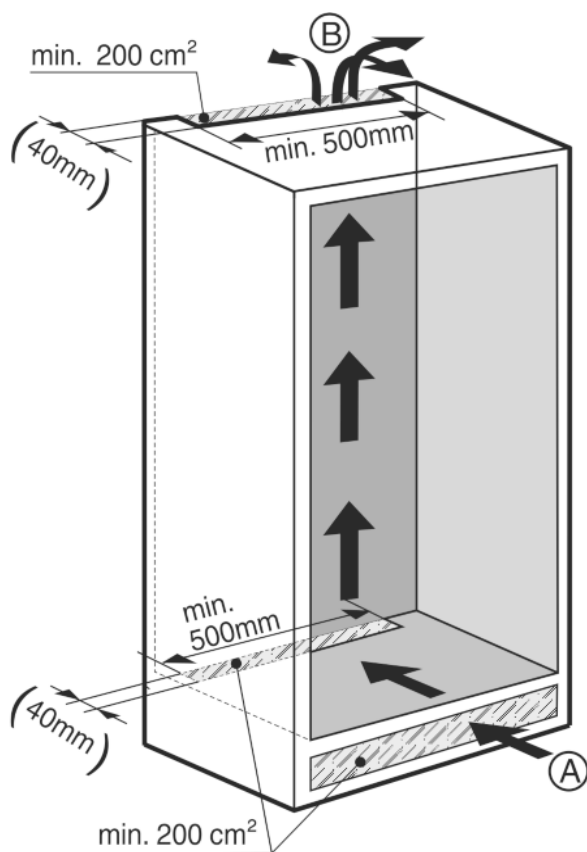

Fig. 3
- Trebuie să existe o secțiune de ventilație eficientă de minim 200 cm2 per aparat la admisia aerului Fig. 3 (A) și evacuarea aerului Fig. 3 (B).